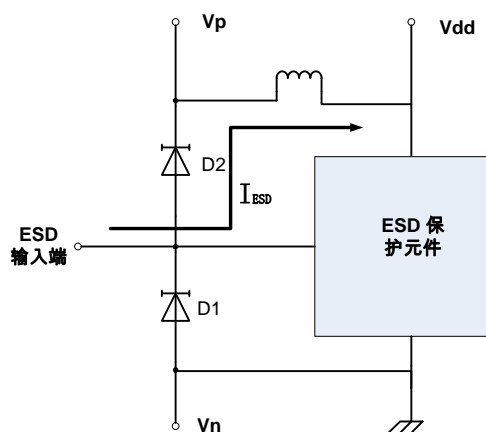

图 7.与外部电路的接口的 ESD 保护
- 5) 在与外部电气连接的接口端，需要对输入、输出、电源的线路进行保护，如电源与地线之间加入电压瞬态抑制器（静电保护二极管等）。并且一般接口上都有与内部地线连接的地，两地线不宜直接连接，建议在连接端加 0Ω 的电阻连接或低阻值的磁珠，两地线间加入锯齿放电铺铜，减小 ESD 的直接伤害程度。如图 7。